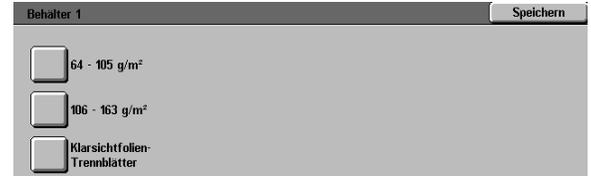

Abb. 8: Behälterinformationen (Beispiel)
- 3** Die aktuellen Einstellungen jeden Behälters überprüfen. Den gewünschten Papierbehälter mit Hilfe der Pfeiltasten auswählen und **Einstellungen ändern** betätigen, um ausführliche Behälterinformationen anzuzeigen (s. Beispiel für Behälter 2, 3 und 4 in Abb. 8).